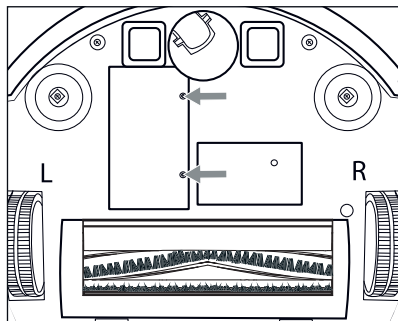

Fig. 16
- 1) Allentare le due viti della copertura del vano batteria **26** (vedere fig. 16) situata sul lato inferiore dell'apparecchio con un cacciavite a croce e rimuoverle dall'apparecchio. Togliere la copertura del vano batteria **26** dall'apparecchio.